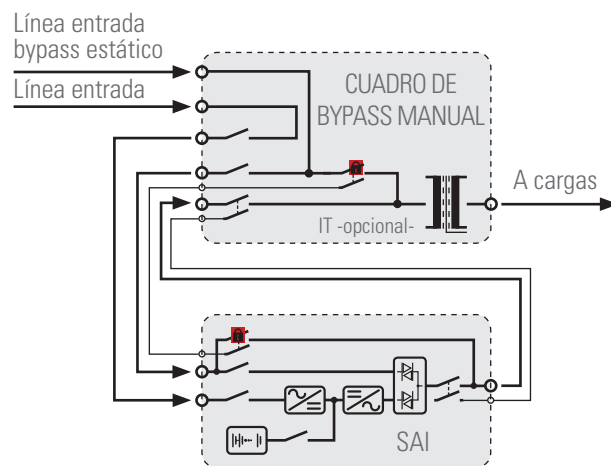

Fig. 2. Conexión cuadro de bypass manual con línea de bypass estático independiente con SAI.
- Con línea de bypass estático independiente (Fig. 2). Estos cuadros disponen de bloques de bornes separados para la red de entrada y la del bypass estático, lo que posibilita alimentar ambas redes a partir de fuentes dispares, como por ejemplo: dos compañías, una compañía y un grupo electrógeno, etc...
- En las Fig. 2 y 3 el transformador separador de aislamiento galvánico está representado a nivel gráfico en la salida, ya que a excepción de condicionantes de diseño o especificaciones particulares, es su disposición más recomendable desde el punto de vista de mayor aprovechamiento de las características intrínsecas, rendimiento y precio.